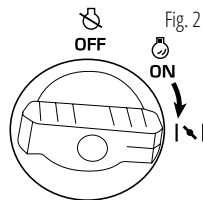

Fig. 2
4. Draai de multifunctionele motorschakelaar naar de stand I↘I „Air choke” (afb. 2).
6. Zet de multifunctionele motorschakelaar in de stand „ON” (afb. 2).